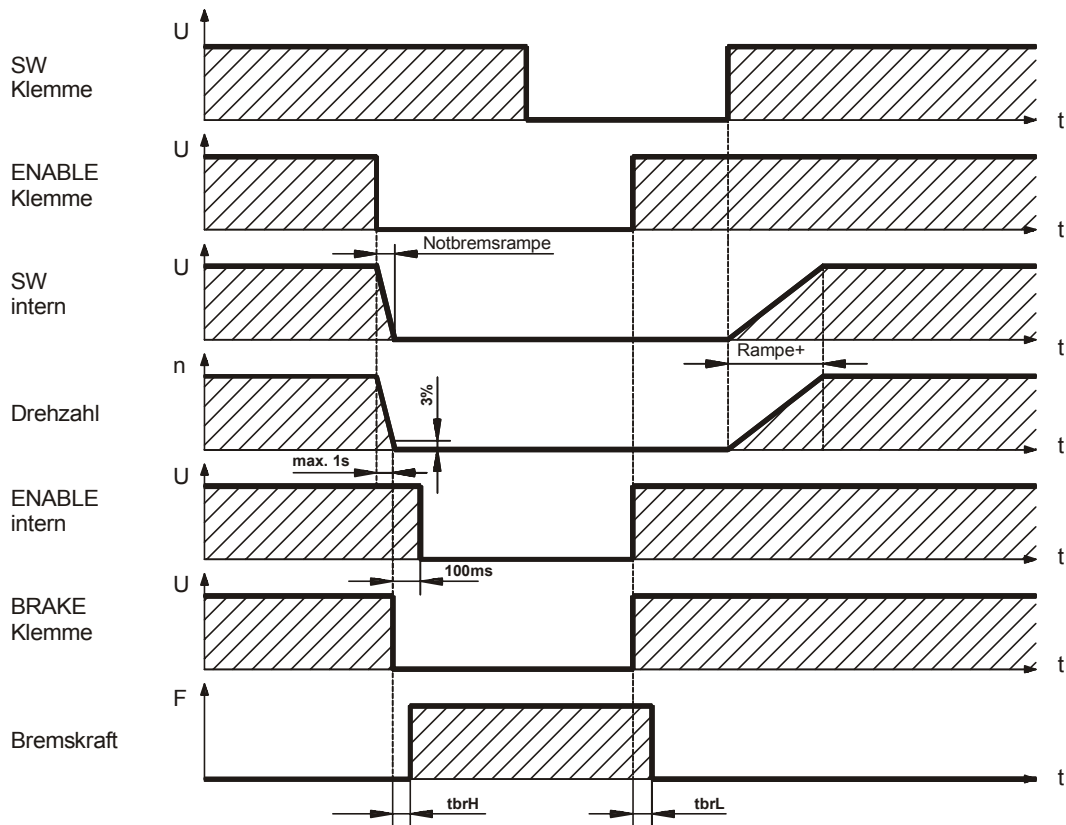

Abbildung 47: Diagramm Not-Aus-Funktion LV-servoTEC
- Die Steuerung muß nach erfolgter Meldung des Netzausfalls den Servoverstärker sperren (DISABLE), der dann den Antrieb (wie im Abschnitt 8.3.1 beschrieben in Abbildung 47 dargestellt) stillsetzt.